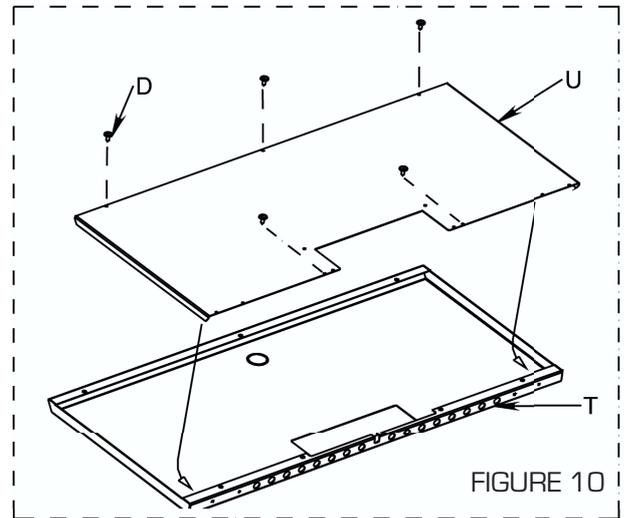

FIGURE 10
- Assembler le couvercle du réservoir à granulés (T) et son carter (U) en utilisant les vis tbfr 3.9x13 (D) (Figure 10). Fixer ensuite le couvercle complet aux charnières (R) en utilisant les vis tbfr 3.9x13 (D) (Figures 11 et 12).